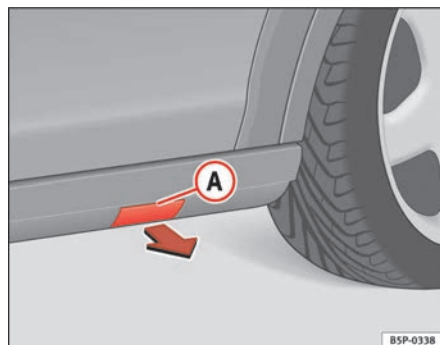

Fig. 180 Sottoporta in plastica con sede per fissaggio del martinetto
- Togliere il coperchio **A** per accedere ai punti per il fissaggio del cric del veicolo ⇒ fig. 180.
- Tirare il coperchio e toglierlo dalla sede nel senso indicato dalla freccia ⇒ fig. 180.